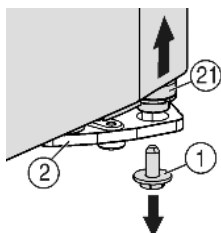
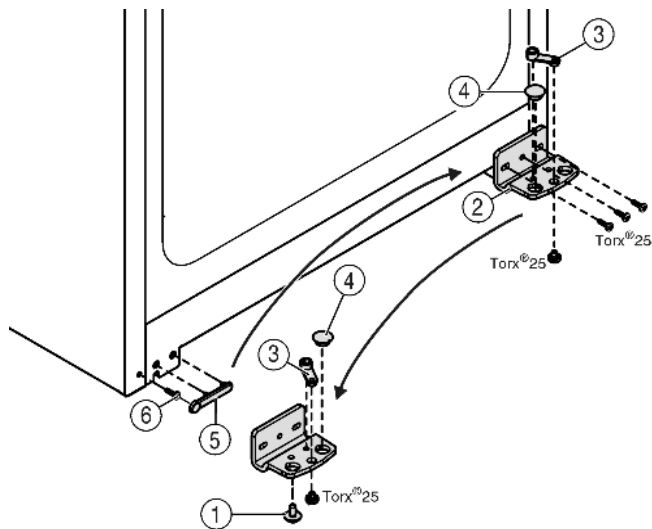

Fig. 4
Fig. 5
- V pravo dolu na konzole ložiska vyskrutkujte poistnú skrutku Fig. 4 (1).
- ▷ Čap ložiska Fig. 4 (21) sa uvoľní z konzoly ložiska Fig. 5 (2).
- V prípade, že sa čap ložiska Fig. 4 (21) neuvoľní, čap vytlačte zdola.
- Odskrutkujte ložiskovú konzolu Fig. 5 (2).
- Ložiskový diel Fig. 5 (3) odskrutkujte a premiestnite ho do protiahlého otvoru uloženia ložiskovej konzoly, opäť priskrutkujte.
- Trň Fig. 5 (4) vyberte z ložiskovej konzoly a premiestnite ho do protiahlého otvoru uloženia ložiskovej konzoly.
- Opatrne odoberte kryt Fig. 5 (5) na strane držadla.
- Vyskrutkujte skrutku Fig. 5 (6) a zaskrutkujte na opačnej strane.
- Opäť nasadte kryt Fig. 5 (5).
- Ložiskovú konzolu Fig. 5 (2) pevne naskrutkujte na novej strane závesu (s uťahovacím momentom 4 Nm), príp. pomocou akumulátorového skrutkovača.
- ▶ Poistnú skrutku Fig. 4 (1) zaskrutkujte dolu do ložiskového čapu a dotiahnite (s ťahovacím momentom 4 Nm).